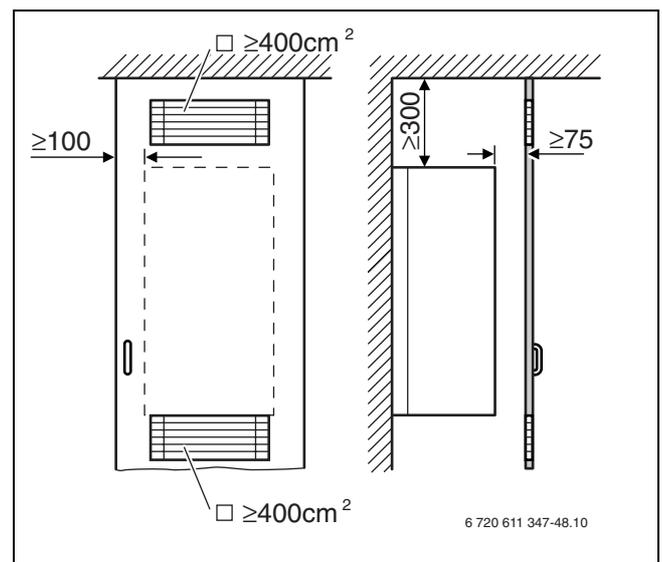

Fig. 9 Aperture di aerazione per il montaggio in un box ad incasso
- ▶ In caso di installazione in un box ad incasso e se viene utilizzato l'adattatore fumi da $\varnothing 60/100$ mm a $\varnothing 80$ mm (Art.-Nr. 76202013) è necessario che il box ad incasso sia dotato di aperture per l'aria comburente (→ fig. 9).